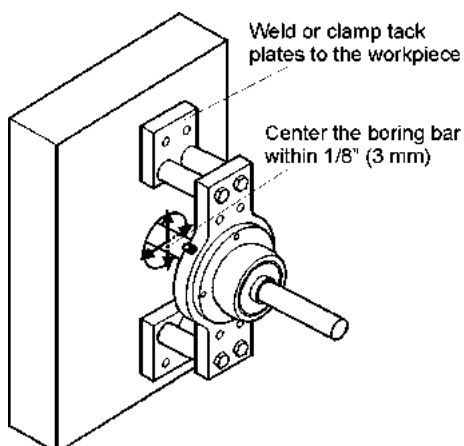

РИС. 14. ЗАКРЕПЛЕНИЕ ПРИХВАТОЧНЫХ ПЛАСТИН НА ОБРАБАТЫВАЕМЫХ ДЕТАЛЯХ
1. Закрепите опорные подшипники и прихваточные пластины на обрабатываемой детали зажимами или прихваточными пластинами, как показано на рис. 14.